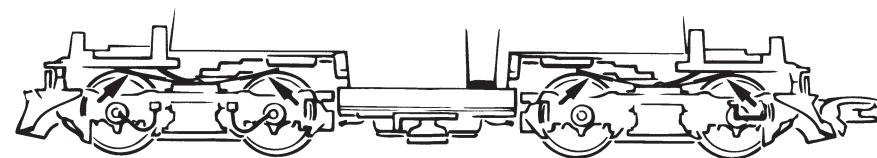

Fig. 5
1. Cleaning of wheel contacts: Wheel contacts easily get dirty on tracks which are not entirely clean. Use a small brush to **remove dirt** from spots marked in fig. 5.
1. Nettoyage des lames de courant aux roues: Les lames de contacts risquent de s'encrasser rapidement sur des voies poussiéreuses. Veuillez **enlever la poussière** aux endroits marqués à la fig. 5 à l'aide d'un petit pinceau souple.